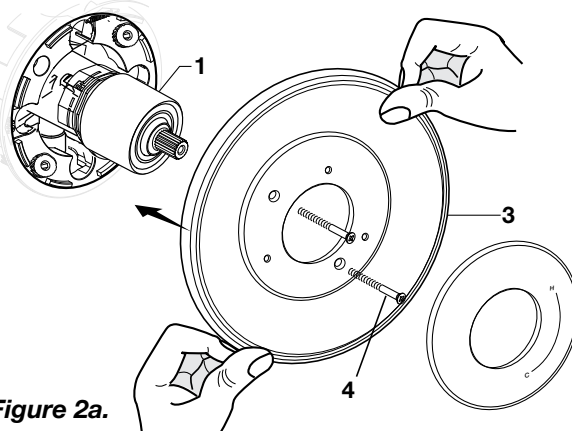

Figure 2a.
☒ **Figure 2a.** Enfoncez l'ÉCUSSON (3) sur le CAPUCHON (1) et fixez-le sur le corps de valve avec des VIS LONGUES (4).